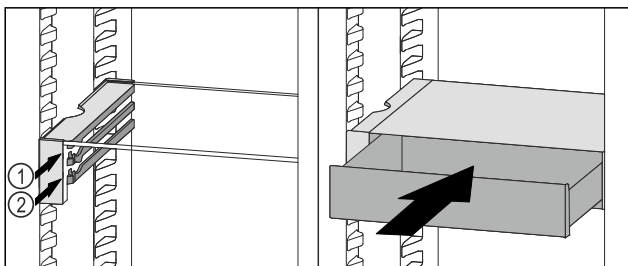

Fig. 121
- ▶ Zásuvku VarioSafe nasadte za zarážkami na požadovanom rebre Fig. 121 (1) alebo Fig. 121 (2).